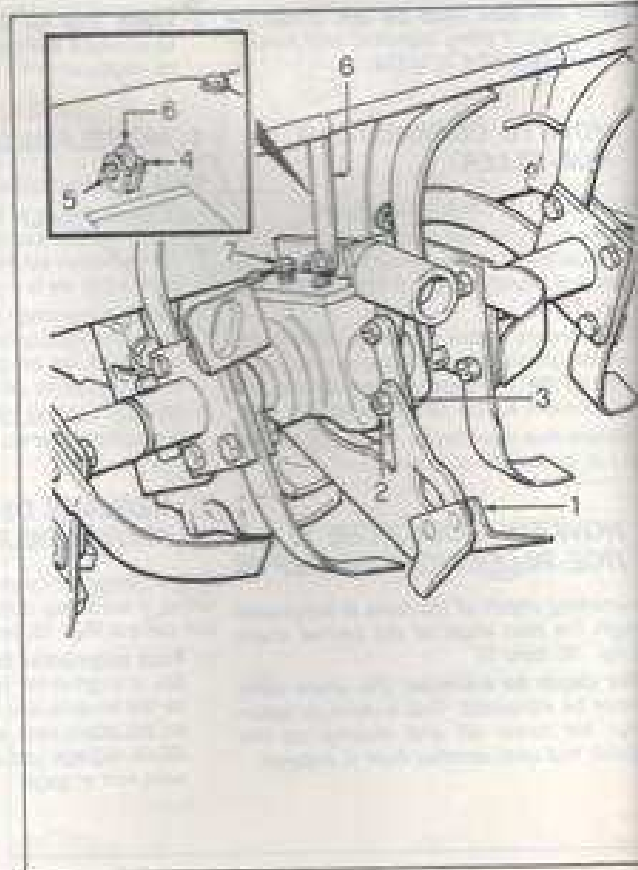

Fig. 18 - Bild 18
Warning — After varying the hoe working depth, the hood distance from the soil should be adjusted. To do so, unloose nut (figure 18, item 4, and take out screw (5). Then lower Hood until the side bottom edges will be 2 or 3 cm apart (hoes should be in the hoeing position). Secure the hood again by screw (5) and nut (4) which will be fitted into a matching hole in the hood support guide rod.
Attention — Après avoir modifié la profondeur de travail des binettes, il faut régler la distance du capot par rapport au sol. Desserrer l'écrou, sortir la vis (5) (figure 18, repère 4) et lever ou baisser le capot jusqu'à ce que les bords latéraux inférieurs se trouvent à 2 ou 3 cm du sol (binettes en position de travail). Bloquer le capot au moyen de la vis (5) et de l'écrou (4) qui sera introduit dans le trou correspondant de la tige de réglage et de support du capot (6).
Die Mutter (Bild 18, Detail 4) lösen und die Schraube (5) entfernen. Die Haube heben oder senken bis ihre seitlichen unteren Bordkanten 2-3 cm über dem Boden stehen (die Hacken müssen in Hackenstellung sein). Die Haube wieder durch Einführen der Schraube (5) mit der Mutter (4) in betreffendes Loch der Regel- und Stützstange (6) blockieren.
The working depth of the hoes is adjustable through the lead angle of the central share (see fig. 18, item 1).
- For depth to increase: the share slant need be increased. This is done by taking out set screw (2) and moving up the guide rod until another hole is entered.
Pour régler la profondeur de travail des binettes, il y aura lieu d'agir sur l'inclinaison du soc central (fig. 18, rep. 1).
- Pour augmenter la profondeur il y aura lieu d'augmenter la pente du soc, ce qui se fait en enlevant la vis de fixation (2) et en poussant vers le haut le tige perforée (3) de réglage jusqu'à ce que l'orifice suivant soit engagé.
- Zur Einstellung der Arbeitstiefe der Hacken muss man auf die Neigung der Zentralschar wirken (siehe Bild 18, Detail 1).
- Zur Erhöhung der Arbeitstiefe muss die Neigung der Schar erhöht werden. Dabei ist die Befestigungsschraube (2) zu entfernen und die gelochte Stiefstange (3) bis zum Einlegen in eine andere Bohrung nach oben zu drücken.